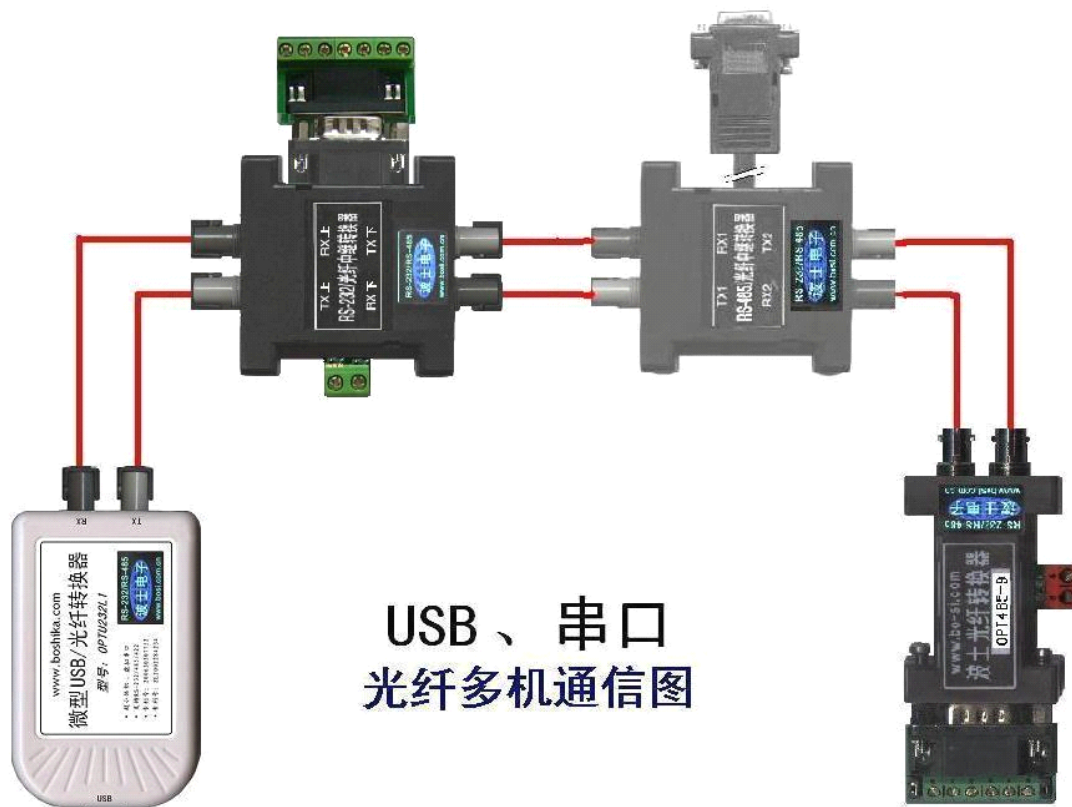

图 3 总线式光纤多机通信图
OPT35EX[S]、OPT232EX[S]、OPT485EX[S]光纤中继转换器的光纤接收器 (RX) 和光纤发送器 (TX) 见产品标签。注意：TX 上、RX 上接上位机方向、TX 下、RX 下接下位机方向。（图 3）